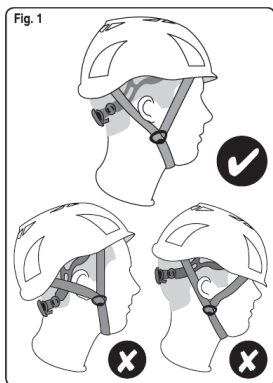

Fig. 2
2. Put the helmet on and adjust the headband using the adjuster knob (turn clockwise to tighten, anticlockwise to loosed) until you reach the desired length (Fig. 2).
2. Setzen Sie den Helm auf und verstellen Sie die Weite des Kopfbandes mit dem Einstellrad (im Uhrzeigersinn wird es enger, gegen den Uhrzeigersinn wird es weiter), bis der Helm wie gewünscht sitzt (Abb. 2).
2. Colóquese el casco en la cabeza y ajuste la circunferencia de la cabeza con la ruedecilla de ajuste (en el sentido de las agujas del reloj para apretar, en el sentido contrario para aflojar) hasta que obtenga el ajuste deseado (fig. 2).
2. Indossare il casco e regolare la larghezza della fascia girotesta girando la rotella (in senso orario per stringere e in senso antiorario per allargare) fino a raggiungere la posizione desiderata (Fig. 2).